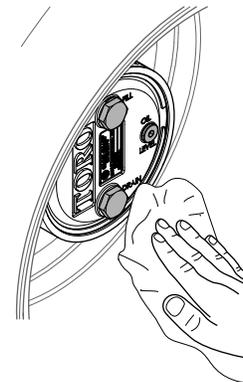

Figura 63
3. Limpe as estruturas do travão e da engrenagem planetária (Figura 63).